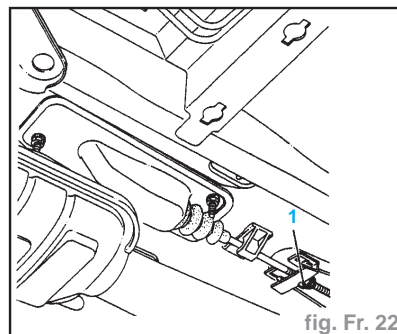

fig. Fr. 22
- Véhicule sur un pont à prise sous coque, dévisser l'écrou (1) de façon à libérer totalement le palonnier central (fig. Fr. 22).
- Bloquer le contre-écrou (fig. Fr. 22).